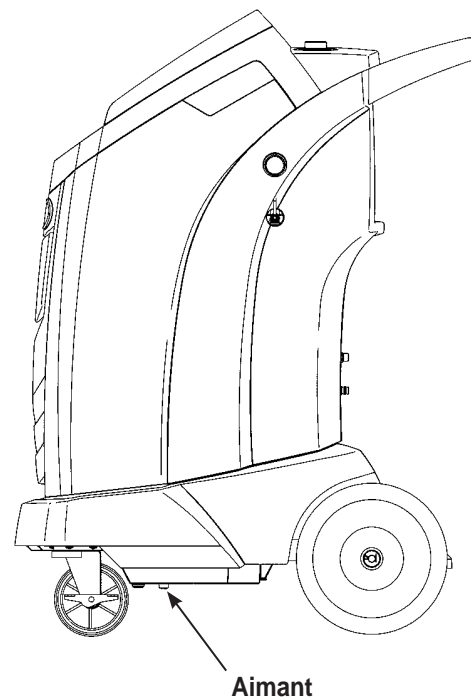

Figure 8
1. Voir Figure 8 et assurez-vous que l'aimant en bas de la machine est propre.